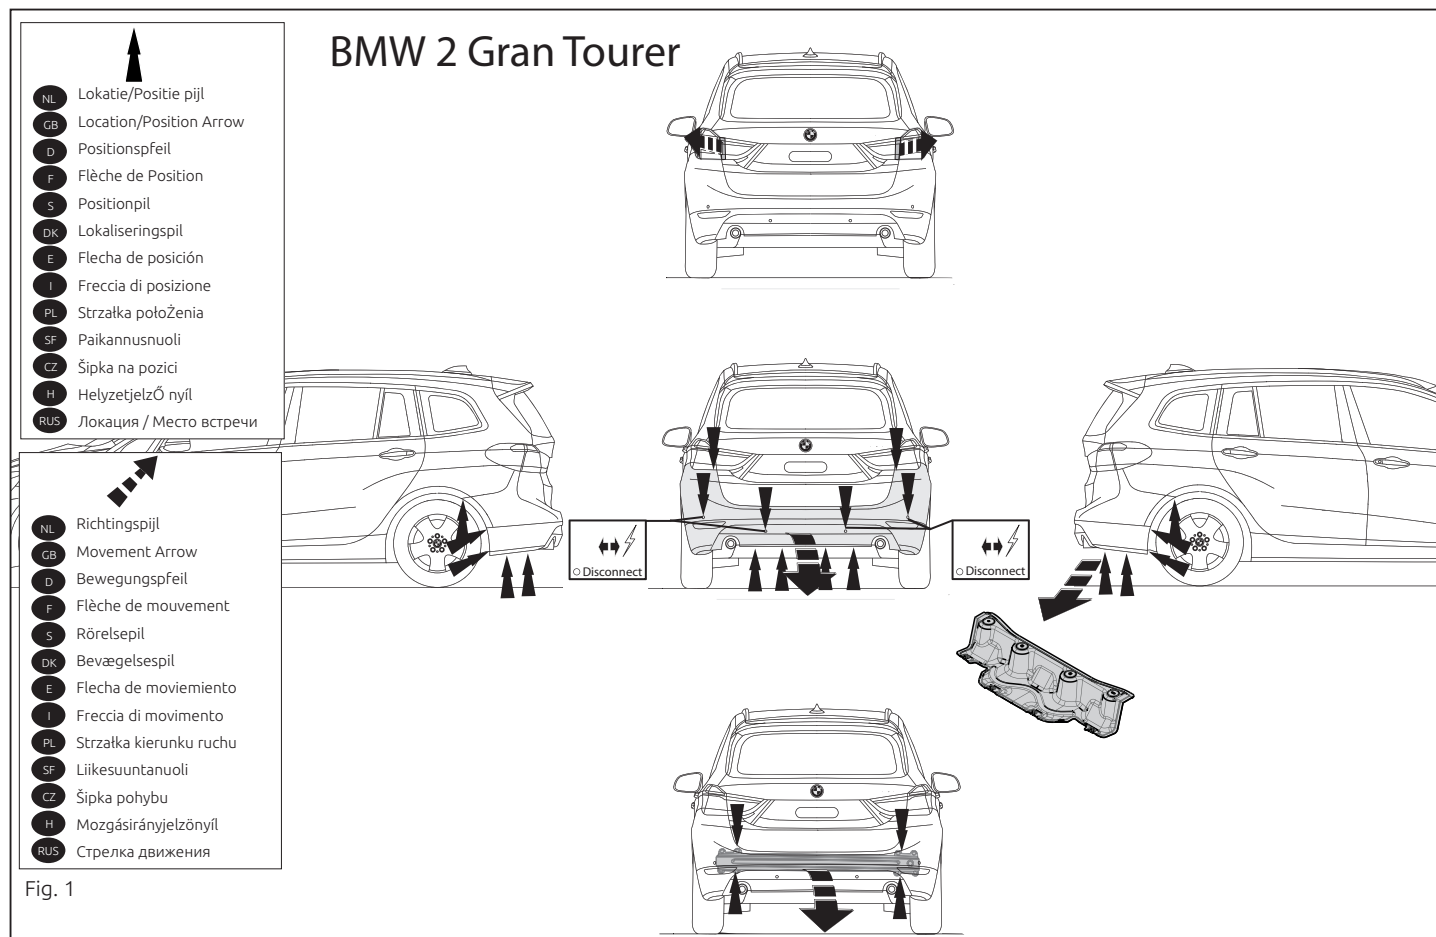

Fig. 1
1. Снять оба блока задних фар. Снять бампер вместе со стальным бугерным брусом автомобиля. Бугерный брус больше не понадобится. См. рисунок 1, 1а, 1б.